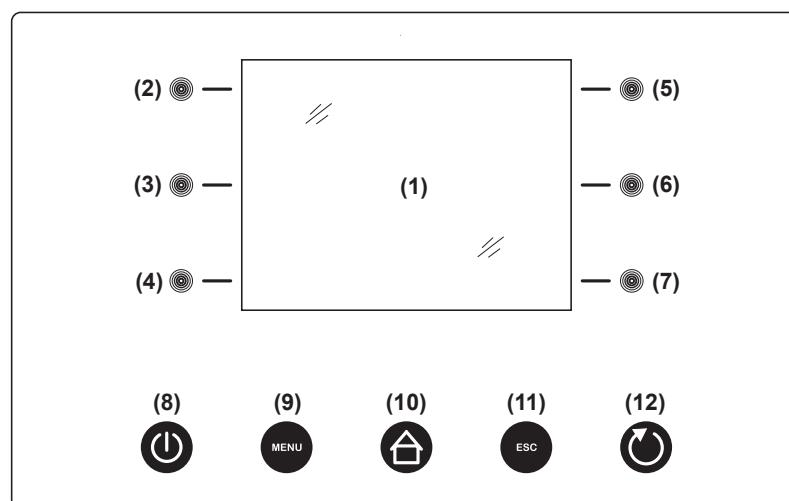
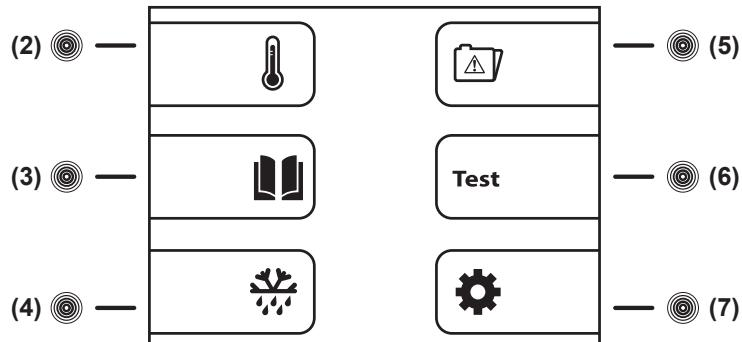

Fig.10
Fig.12
- Pannello di comandi xPRO (**Fig.10**)
8.1.1 Descrizione dei comandi e dei pulsanti pannello xPRO (**Fig.10**)
8.2.2 Sequenza e codice di accensione (Fig.10)
- premere il pulsante **ON/OFF (8)** per accenderla; sul display compare il menù di inserimento codice di avviamento
- inserire il **codice di avviamento 0050** attraverso i tasti capacitivi **touch (3) (6) e (4) (7)**
- i tasti **(3)← (6)→** selezionano la posizione dove immettere il valore numerico spostando il cursore a sinistra e a destra
- i tasti **(4)- e (7)+** diminuiscono ed aumentano il valore numerico evidenziato
- dopo aver inserito il codice, premere il pulsante **INVIO (12)** per confermare e accendere la tastiera
8.2.3 Modi di arresto (Fig.10)
- con la scheda accesa, premere il tasto **ON/OFF (8)** per spegnerla
- inserire il codice **0050** attraverso i tasti capacitivi **touch (3) (6) e (4) (7)**
- dopo aver inserito il codice, premere il pulsante **INVIO (12)** per confermare e spegnere la tastiera
8.2.4 Impostazione data ed ora (Fig.10)
- premere il pulsante **MENU (9)** per entrare nel menù principale (Fig.12)
Per accedere al Menù Principale (**Fig.12**) premere il tasto **MENU** (9) (**Fig.10**). (Inserire eventualmente il codice di sblocco tastiera **0010** se compare la schermata di inserimento codice).
8.3.1 Menù Setpoint (tasto touch (2) Fig.12)
8.3.2 Menù Dati (tasto touch (3) Fig.12)
Per accedere dal menù principale al menù dati premere il tasto **touch (3)** (*Fig.12*)
- dal menù dati premere il tasto **touch (7)** ed entrare nella schermata SONDE
- premere il tasto **ESC (11)** per tornare al menù precedente o il tasto **HOME (10)** per tornare al menù principale
(tasto touch (4) Fig.12)